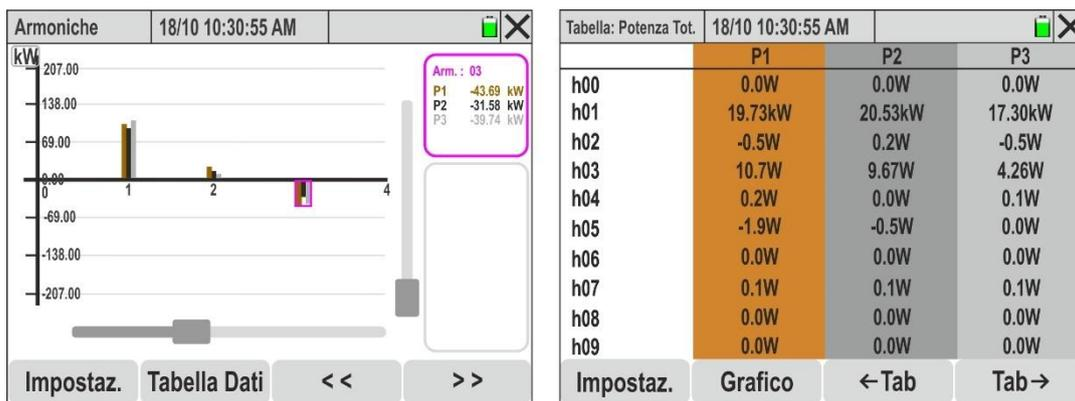

Fig. 59: Analisi armonica delle potenze attive
21. **Con selezione delle 3 potenze attive** i grafici a istogramma delle grandezze P1, P2 e P3 sono mostrate nella Fig. 59 – parte sinistra
23. Toccare il tasto “**Tabella Dati**” per passare dalla visualizzazione numerica. La videata di Fig. 59 - parte destra è mostrata a display. I parametri “ $h_{xx}$ ” indicano l’ampiezza dell’armonica di potenza xx, per ogni canale selezionato